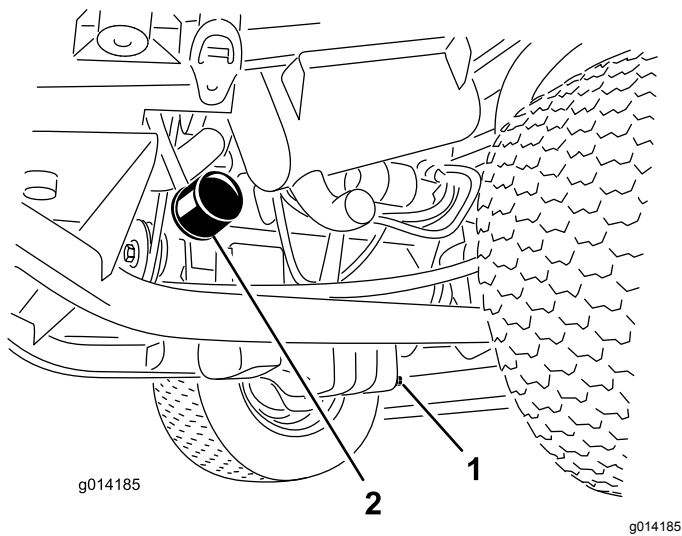

图32
1. 拆下排油塞 图32 让油流入放油盘。
3. 拆下机油滤清器 图32。